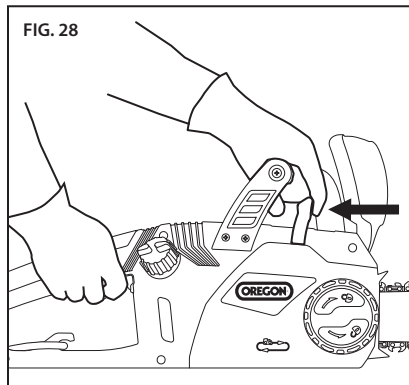

FIG. 28
- Con la sierra a máxima velocidad, levante ligeramente la palanca del PowerSharp® de 3 a 5 segundos (Fig. 28). Se verán chispas cuando los cortadores entren en contacto con la piedra de afilar.